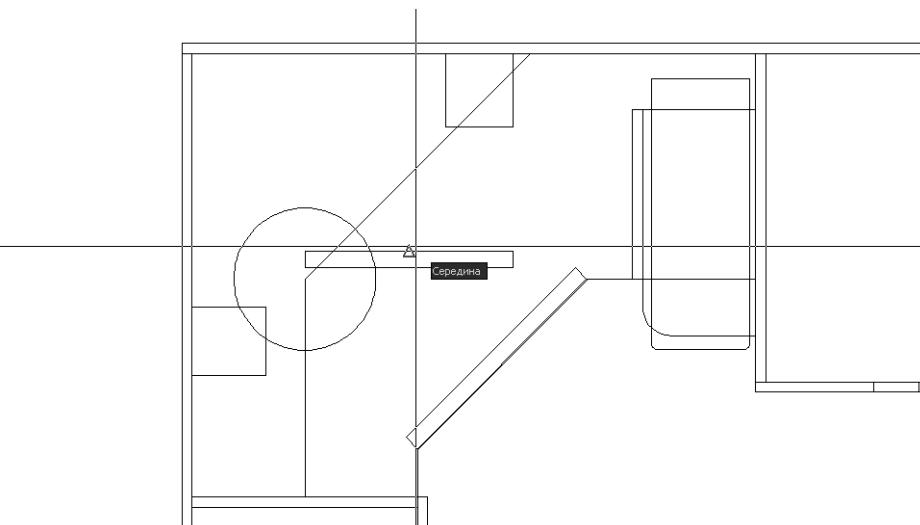

Рис. 5.18 ▼ Выбор первой точки с использованием режима привязки **Середина** (Midpoint)
7. Переместите указатель-перекрестье к середине верхней линии только что созданного прямоугольника и, как только AutoCAD распознает среднюю точку отрезка (рис. 5.18), щелкните для захвата ее координат.